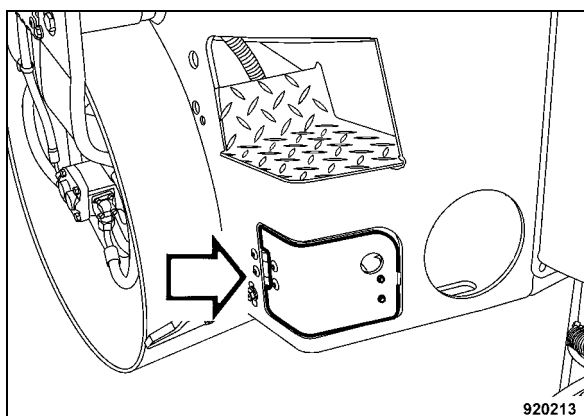

Fig. 147
- Abrir la tapadera situada en la derecha del bastidor trasero (Fig. 147).